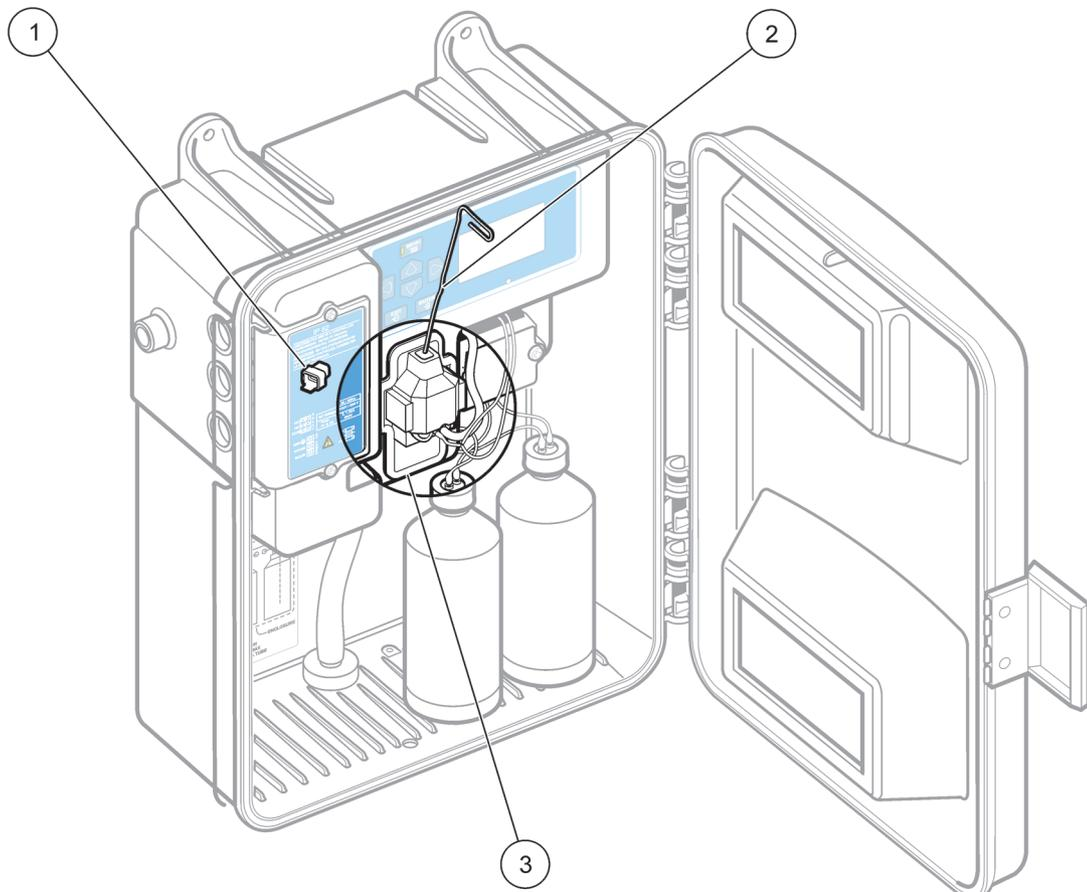

Abbildung 22 Herausnehmen des Rührbolzens
- 3.3** Die Position des Kolorimeters können Sie Abbildung 22 entnehmen.
- 5.3** Entfernen Sie den magnetischen Rührbolzen mit einer aufgebogenen Büroklammer aus Stahl. Siehe auch Abbildung 22.